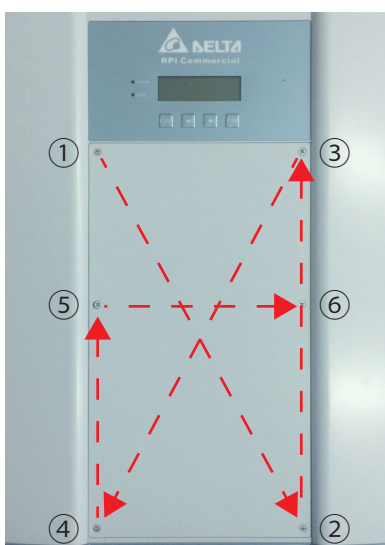

図 7-4
5. 3つのコネクタを差し込み、前面カバーを閉じます。前面カバーを取り付ける際には、全てのネジを仮止めしたうえで、下記番号順にて 0.8N・m のトルクで締め付けてください。(図 7-4)
5. 前面カバーを閉じます。(図 7-4)